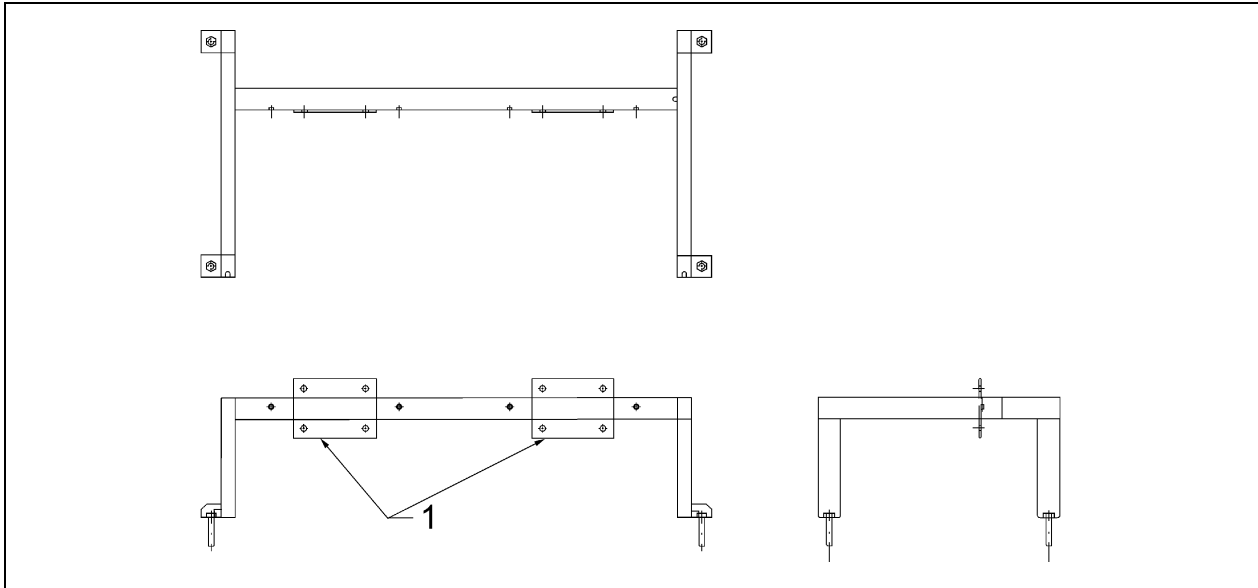

Figure 7 : Support du ventilateur #452898. (1) Bases verticales des moteurs.
22. Placer les bouchons amortisseurs #510342 sur le plancher vis-à-vis chacun des quatre trous de passage du support de moteur (figure 6, éléments 2 et 3) puis ajouter par-dessus les rondelles #500446. Ajouter ensuite le support #452898 du ventilateur (figure 7) et boulonner avec l'élément #502617.
24. Placer les ensembles moteur-ventilateur dans les logements cylindriques (figure 6, élément 1) du nouveau panneau de fond. Fixer les moteurs à leur base verticale (figure 7, élément 1). Au besoin, utiliser les pièces d'écartement #283482 avec leurs rondelles, vis et écrous (#500441, #502528 et #502744) pour aligner correctement les ventilateurs dans les logements cylindriques.